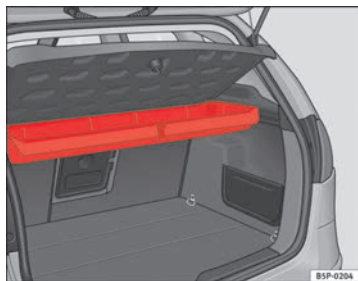
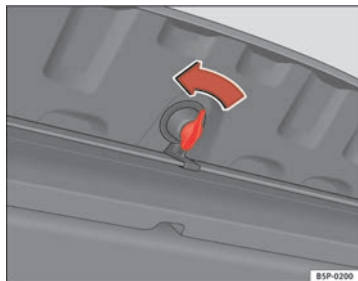

Abb. 122 Aufnahme für das Warndreieck unter der hinteren Ablage
Abb. 123 Öffnen des Ablagefachs
⇒ Abb. 122. Zum Öffnen dieses Ablagefachs drehen Sie den Verschluss* um 90° ⇒ Abb. 123.
- Zum Öffnen des Ablagefachs drehen Sie den Verschluss* um 90° ⇒ Seite 156, Abb. 123.